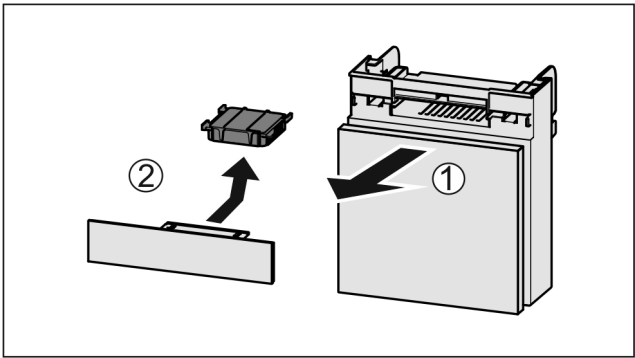

Fig. 177
- 向前拉出 Fig. 177 (1) 抽屉。
- 取出 Fig. 177 (2) 活性炭过滤器。